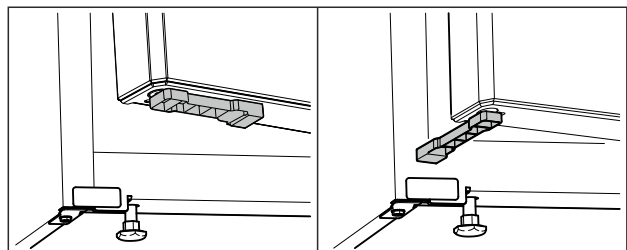

Fig. 69 *
- Deurafstandhouder met 90° draaien. (zie Fig. 69) *